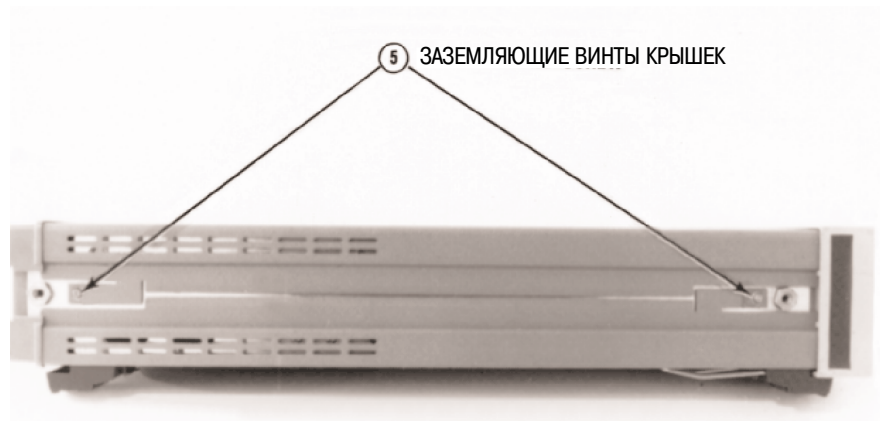

Рисунок 37 - Заземляющие винты крышек
7. См. рисунок 37. Повернуть прибор левой стороной к себе. Отверткой # TX10 Torx закрепить заземляющие винты верхней и нижней крышек.